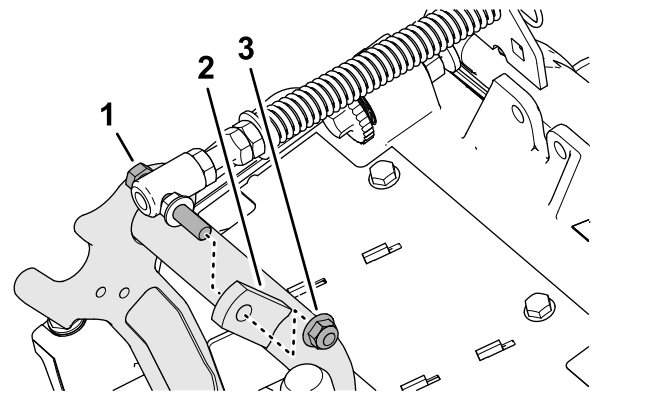

Figure 19
3. Retirez le contre-écrou à embase ($\frac{3}{8}$ po) qui fixe la vis du ressort de compensation sur la patte droite du bâti porteur, et retirez le ressort de compensation de l'unité de coupe (Figure 19).